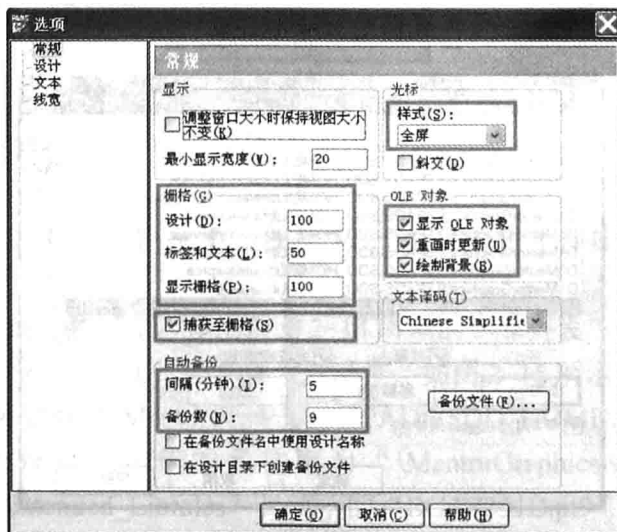

图 2-18 “常规”标签页推荐设置
(2) 设置图纸的“常规”标签页，推荐的设置如图 2-18 所示。